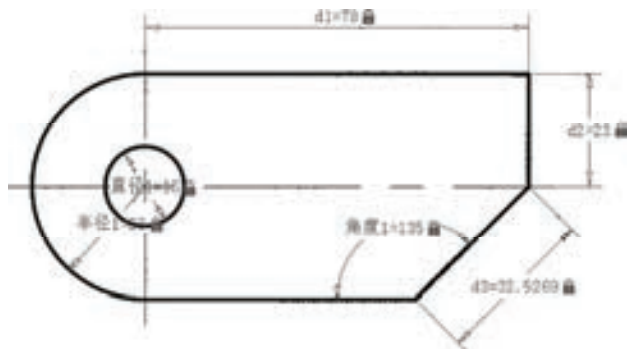

图 11-31 创建角度标注约束
8) 创建角度标注约束。单击“角度标注约束”按钮, 分别选择两条直线并指定尺寸线位置, 直接按 $\langle \text{Enter} \rangle$ 键接受默认标注表达式 (值), 从而完成图 11-31 所示的角度标注约束。